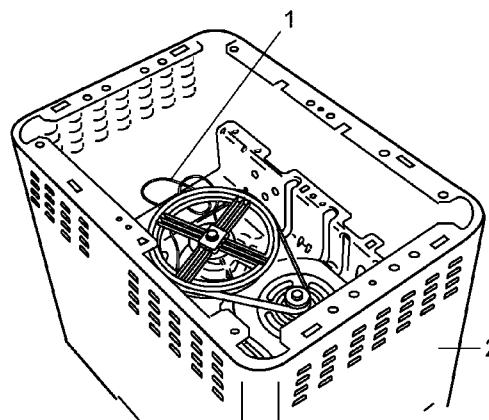
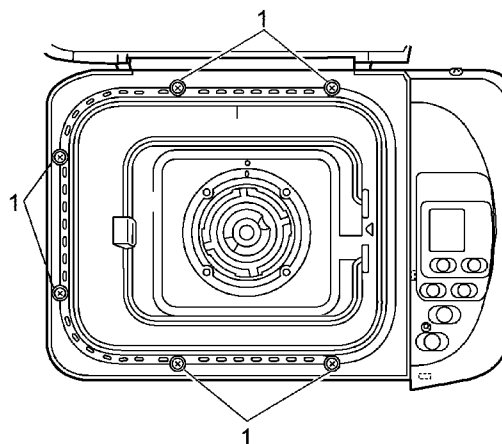

Рис. 7
Рис. 8
3. Отсоединить 6 винтов, по бокам крепящих корпус нагревателя и вынуть его (Fig.7 & Рис. 8)